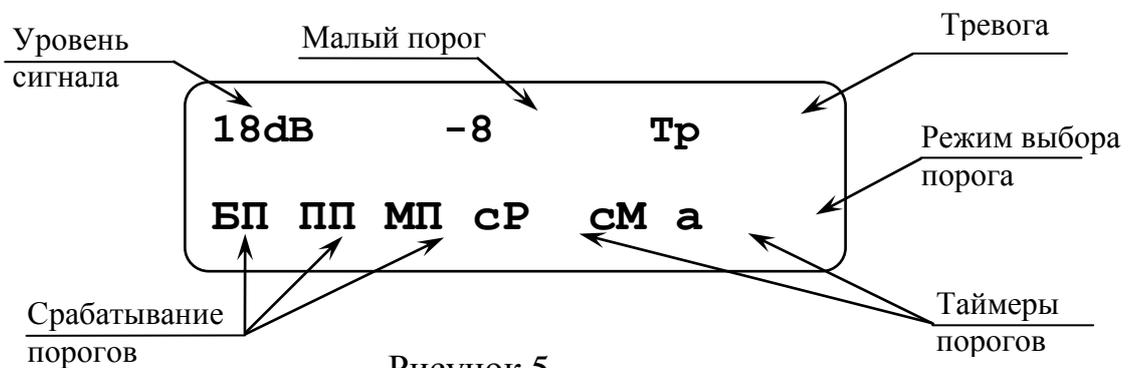

Рисунок 5
*Индикация соответствия напряжения питания* производится после перевода ПК в режим индикации одновременно с отображением надписи «ДП-600». Если напряжение питания 10,2 В и выше, после индикации в течение пяти секунд сообщения «U=НОРМА» ПК переходит в режим отображения остальных параметров (см. рисунок 5). Если напряжение питания ниже 10,2 В (пониженное) ПК вместо представленных на рисунке 3 параметров индицирует сообщение «U=НИЗКО» в виде мигающих символов.
*Индикация помехи (значок – «!») на месте значка «Tr» см. рисунок 5).*